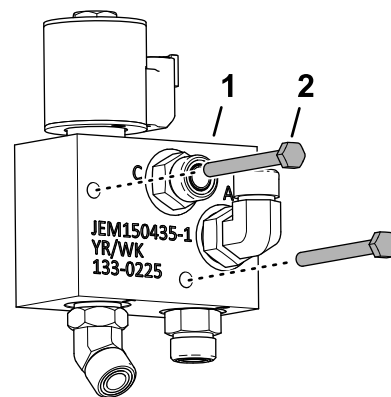

Figure 15
1. Vissez les 2 boulons (¼" x 2½") dans le corps de la vanne à faible débit, comme montré à la Figure 15.